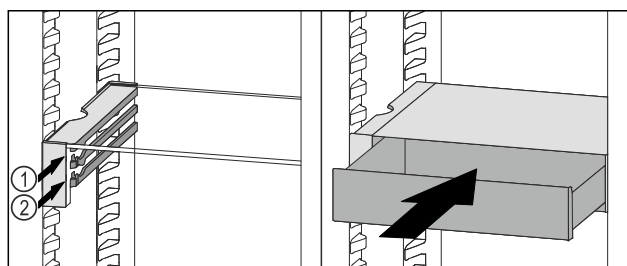

Fig. 76
- ▶ Założyć szufladę VarioSafe za stoperami na wybranych żebrowaniach Fig. 76 (1) lub Fig. 76 (2).